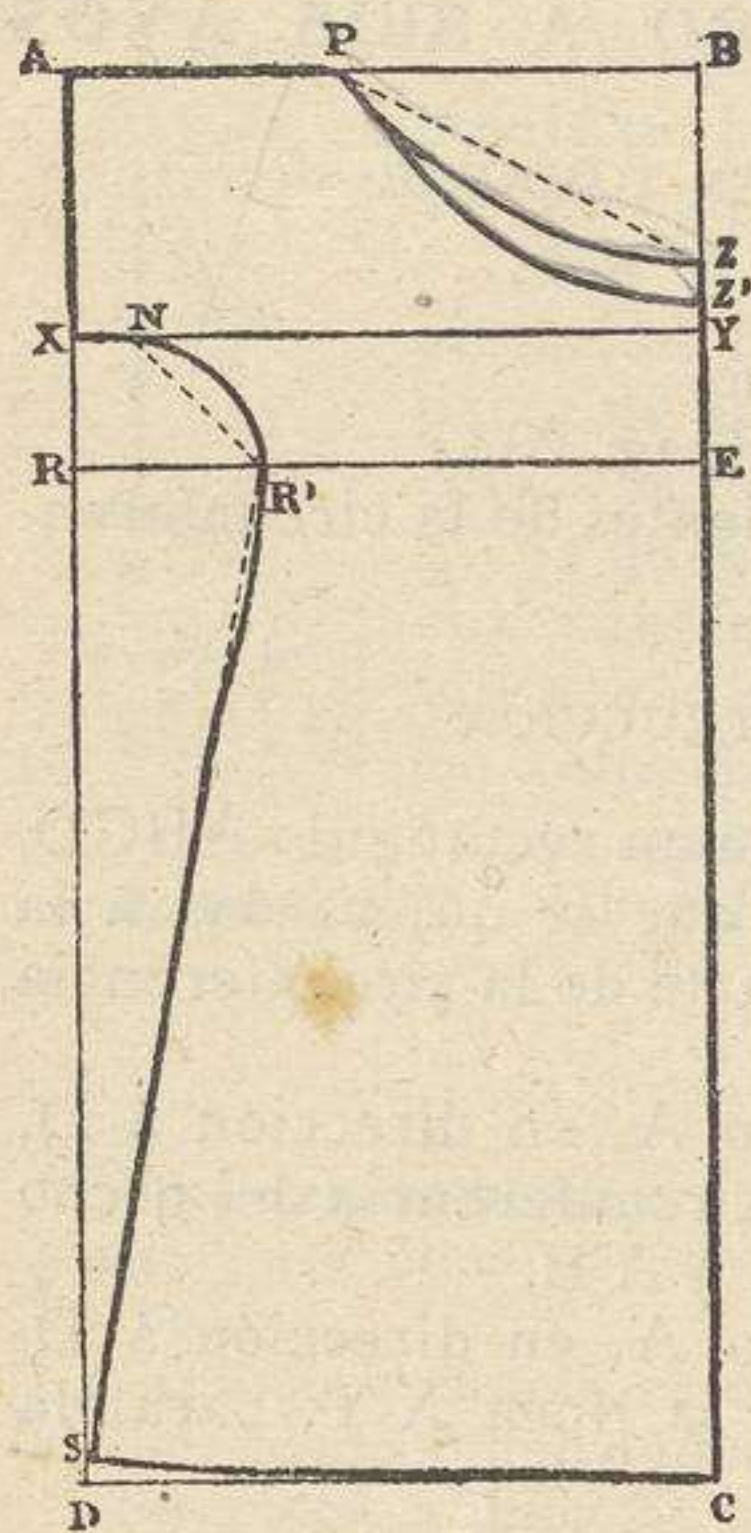

Fig. 144 ( $\frac{1}{8}$  del tamaño real).
**Rectángulo ABCD.**—Se traza un rectángulo ABCD, (fig. 144), que tenga de largo el que se quiera dar á la camisa, y de ancho la tercera parte de la circunferencia del pecho más 4 cms.